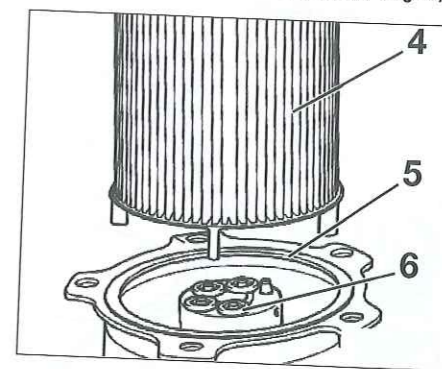

Fig. 41
- Desmontar el filtro de combustible (4) (Fig.41).